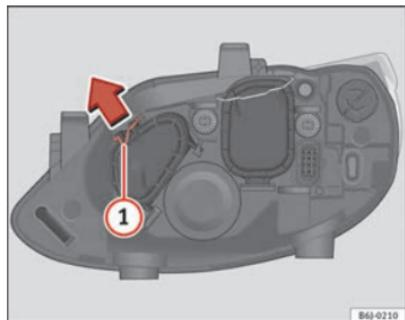

Fig. 149 Luz de carretera
- Desplace el tirante ① en el sentido de la flecha y saque la tapa ⇒ fig. 149.